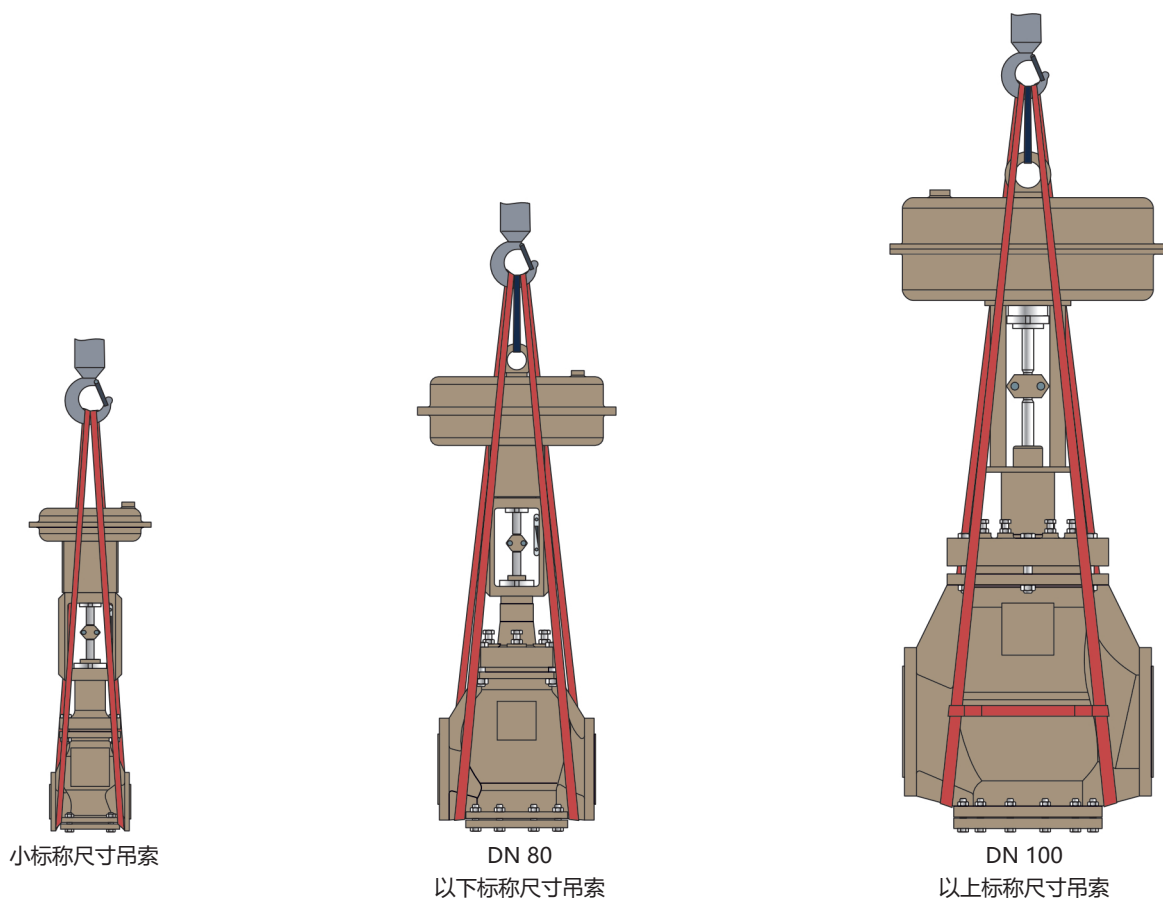

图 4-2: 阀门上提升点示意图
- ⇒ 使用带有安全夹的挂钩作为悬吊元件，以防吊索在提升和运输期间滑离挂钩，请参见图 4-2。